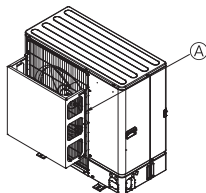
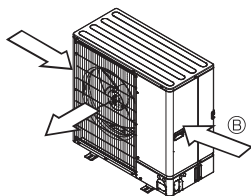

Fig. 2-4
Fig. 2-5
- ② U míst, kde může silný vítr (tajfun atp.) vstupovat přímo do výstupu vzduchu, namontujte volitelné vedení vzduchu. (Fig. 2-4)
- (A) Vedení výstupu vzduchu
- ③ Pokud je to možné, umístěte jednotku tak, aby výstup vzduchu směřoval v pravém úhlu k obvyklému směru větru. (Fig. 2-5)
- (B) Směr větru